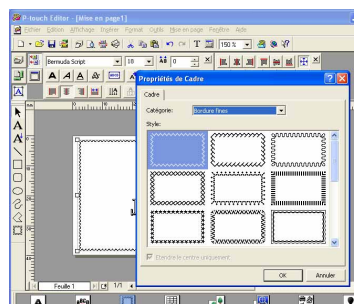

figure 19
- 4 À l'aide de l'outil Sélectionner, double-cliquez à l'intérieur du cadre pour afficher la boîte de dialogue Propriétés du cadre (voir la figure 19).